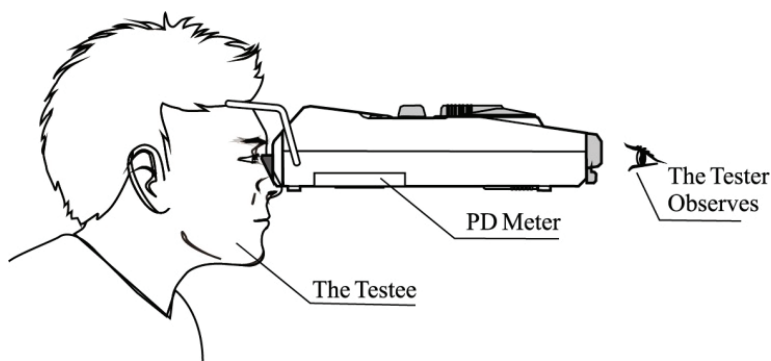

Abb.6
- b. Legen Sie den Stirnträger leicht auf die Stirn der Testperson und den Nasenträger leicht auf den Nasenrücken der Testperson und halten Sie das Gerät dann in einem horizontalen Zustand (wie in Abb. 6 gezeigt).